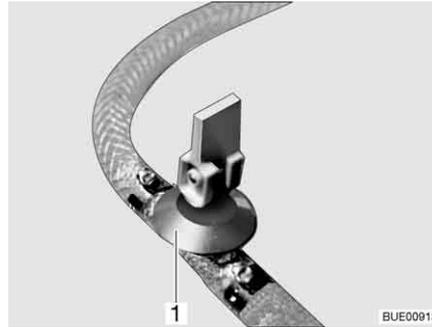

Fig. 129 Rubinetto di scarico
- Chiudere il rubinetto/i rubinetti di scarico. A questo scopo posizionare orizzontalmente la leva a bilanciere (Fig. 129,1).
- Aprire il rubinetto/i rubinetti di scarico (Fig. 129). A questo scopo posizionare verticalmente la leva a bilanciere (Fig. 129,1). Il boiler viene svuotato verso l'esterno.